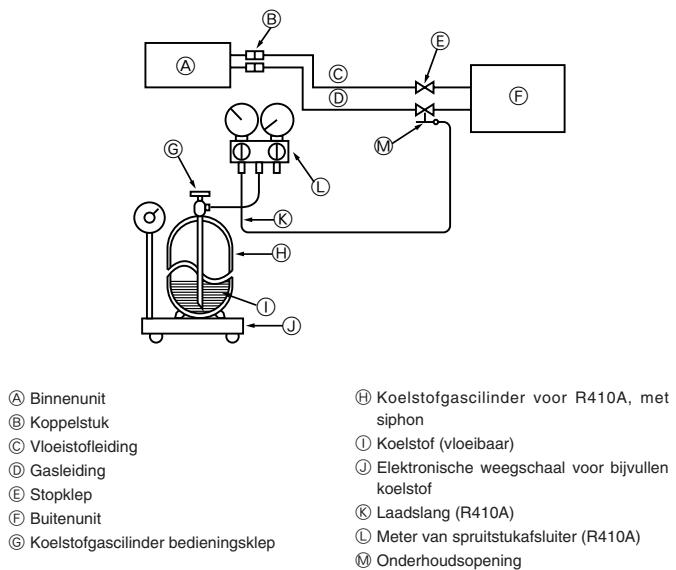

Fig. 11-1
11.1. Gas bijvullen (Fig. 11-1)